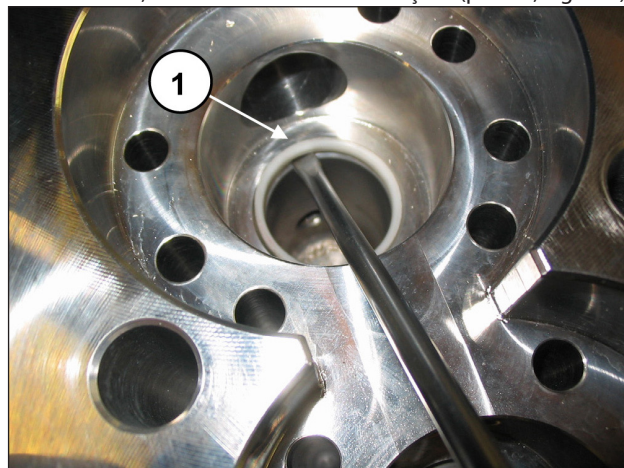

Fig. 103
Se necessário, realize eventuais substituições (pos. ①, Fig. 103).